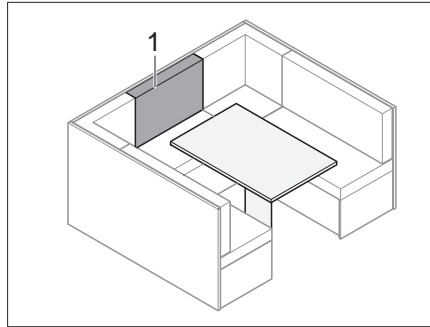

Bild 146 Vor dem Umbau
- Rückenpolster (Bild 146,1) vor das Zusatzpolster auf den Tisch legen.